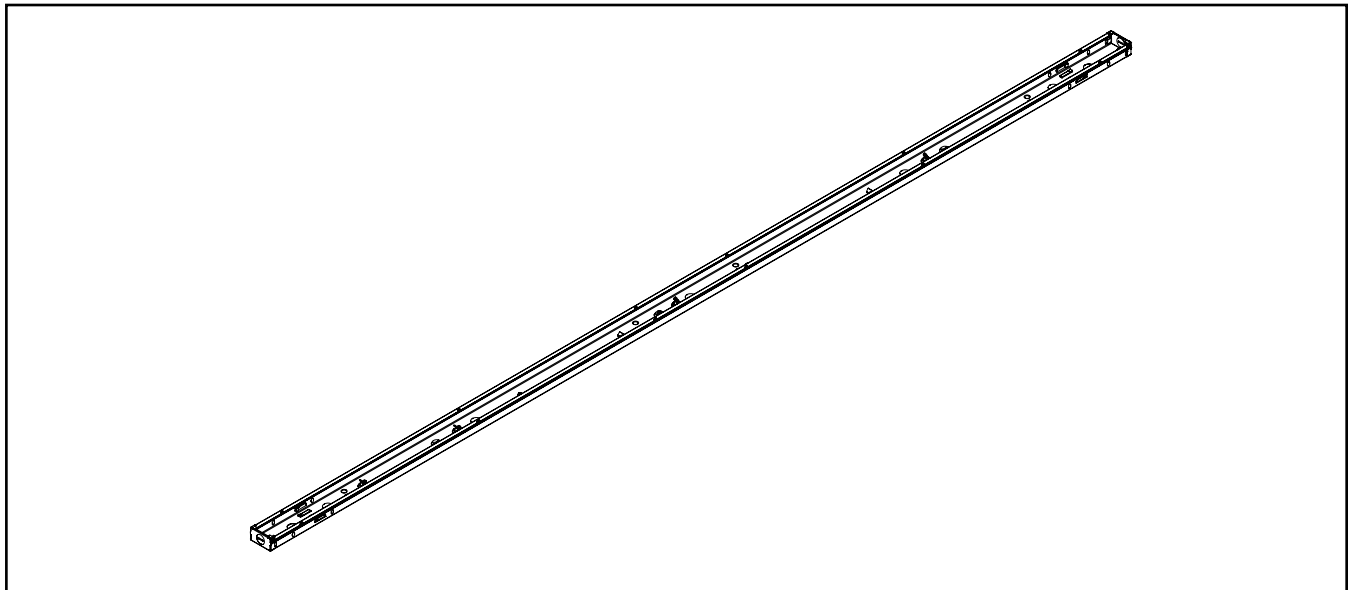

Figura 1
1. Retire la lente y la cubierta del canal como se muestra en la Figura 1.